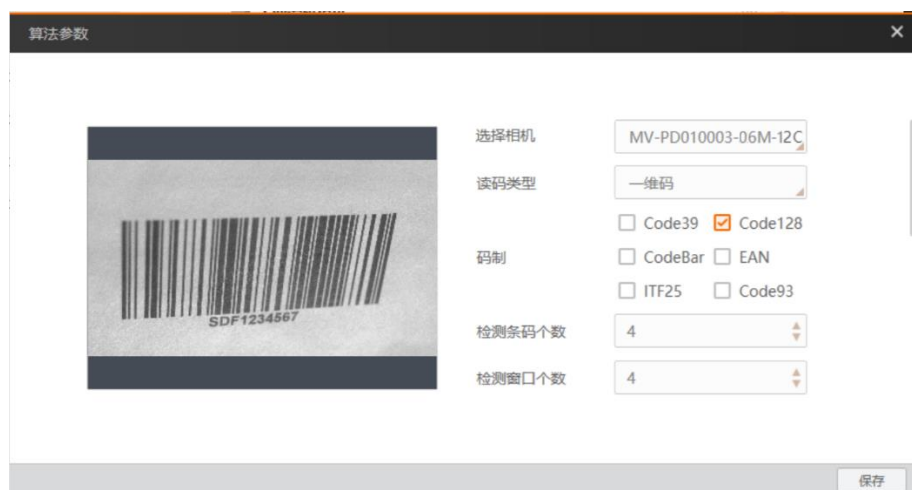

图5-12 算法参数
6. 单击 ，选择“算法参数”，参数设置请见表 5-3，算法参数如图 5-12 所示。